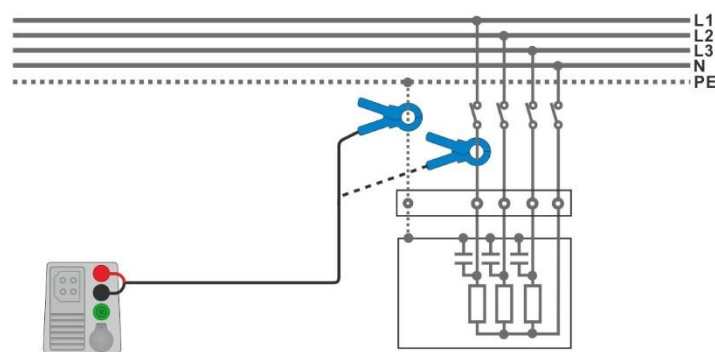

Abbildung 7.87: PE Ableitstrom- und Laststrommessungen
- › Schließen Sie die Stromzange am Prüfling an, siehe **Abbildung 7.87**.